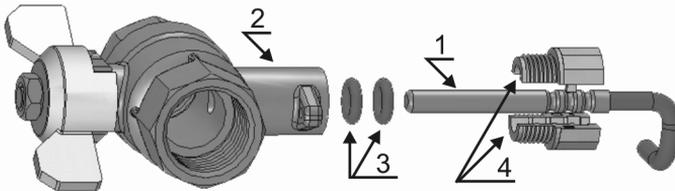

Рисунок 4.4 – Вариант установки термосопротивления в шаровый кран
– термопреобразователь (1) монтируется в специальный шаровый кран (2) с отверстием под термопреобразователь (рисунок 4.4).